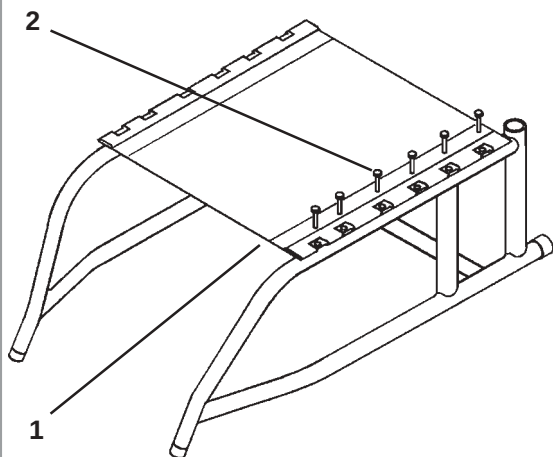

Fig. 33
De zitbekleding kan opnieuw afgesteld worden door middel van de Velcro® klittenbandstrips aan de onderzijde van de zitting (Fig 33). Verwijder de zes kruiskop schroeven (1) die de linkerzijde van de zitbekleding vast houden met een kruiskop schroeven-draaiër. Stel de klittenbandstrips af op de gewenste spanning en monteer de kruiskop schroeven weer. Draai de kruiskop schroeven vast op een aanhaalmoment van 5-8Nm.